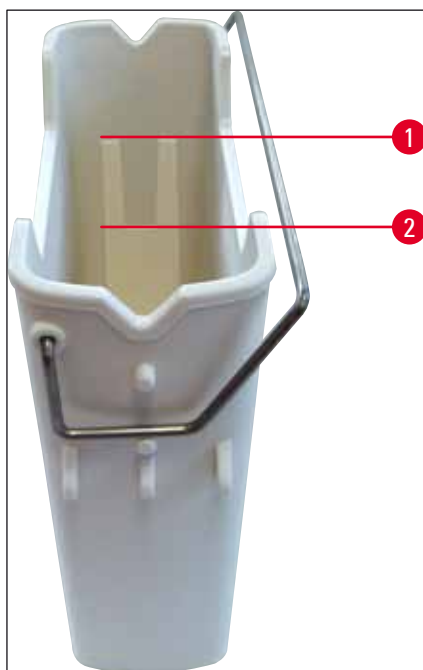

Fig. 67
4. Kontrollér, at påfyldningsniveauet er tilstrækkeligt (→ Fig. 67), og at reagensen er fri for snavs. I tilfælde af kontaminering skal opløsningsmidlet udskiftes (→ S. 36 – 4.6.3 Forbered reagenskuvetten, fyld den, og sæt den i indføringsskuffen), og reagenskuvetten skal rengøres, før den fyldes igen.